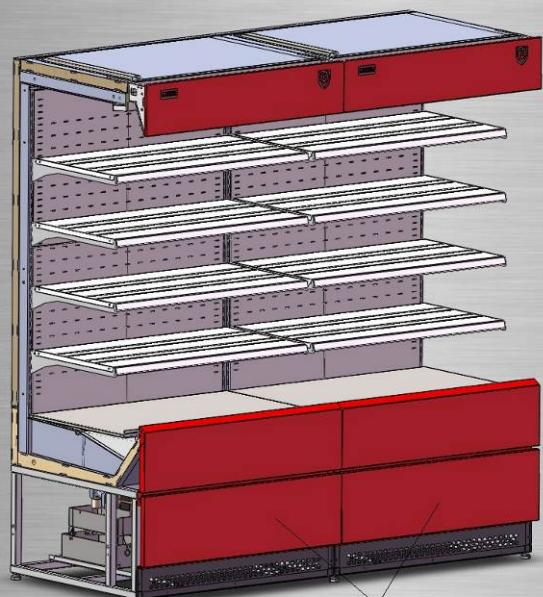

рис. 6
- Установить на витрины панели фронтальные декоративные удлиненные (рис.6).